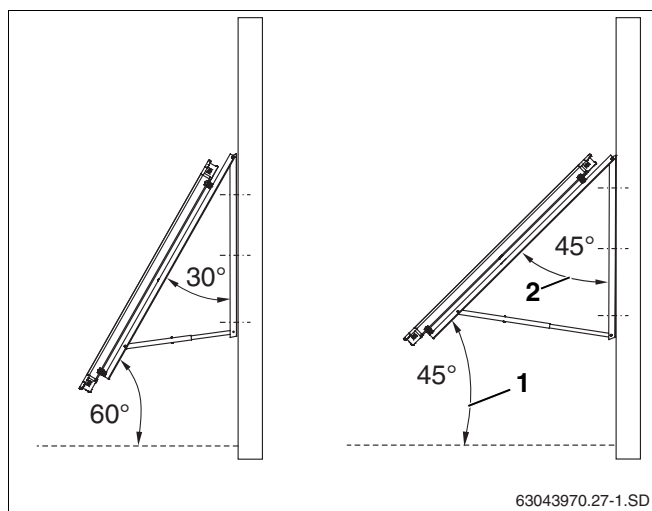

Fig. 10 Ángulo de ajuste del colector en una fachada
- El ángulo de ajuste del colector (fig. 10, **pos. 1**) respecto a la horizontal debe estar entre 45° y 60° (o bien el ángulo de inclinación fig. 10, **pos. 2**, del colector debe estar entre 30° y 45°)